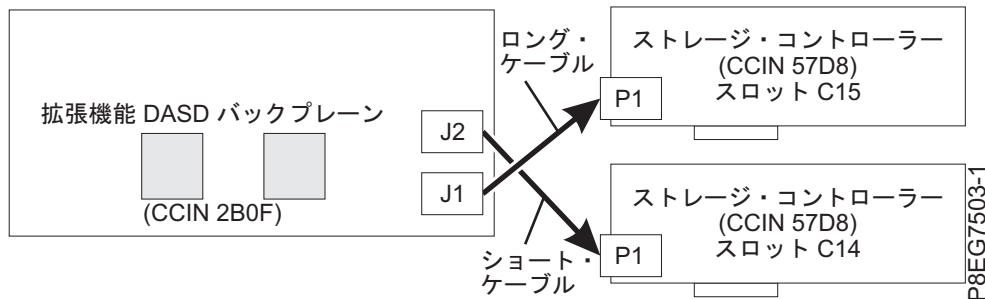

図 9. 拡張機能構成での SAS ケーブルの再接続
- 短い SAS ケーブルは、上部のディスク・ドライブ・バックプレーン・コネクタ (J2) からスロット P1-C14 にある SAS RAID 内部アダプターの P1 コネクタに接続されています。図 9 を参照してください。
- 長い SAS ケーブルは、下部のディスク・ドライブ・バックプレーン・コネクタ (J1) からスロット P1-C15 にある SAS RAID 内部アダプターの P1 コネクタに接続されています。図 9 を参照してください。